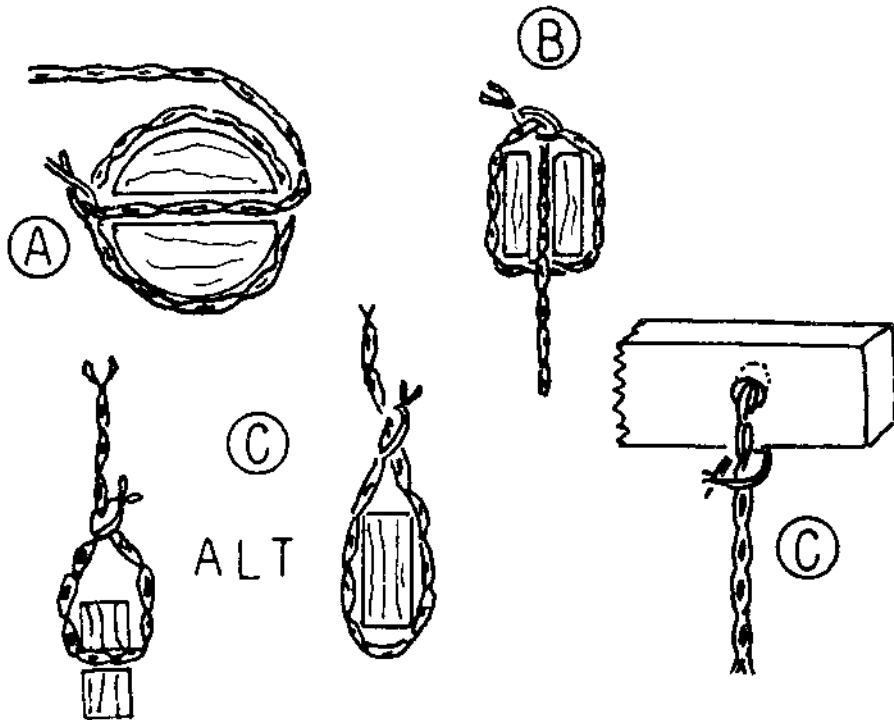

Abbildung 5
**Bleibende Verschnürungen (Abb. 5)**